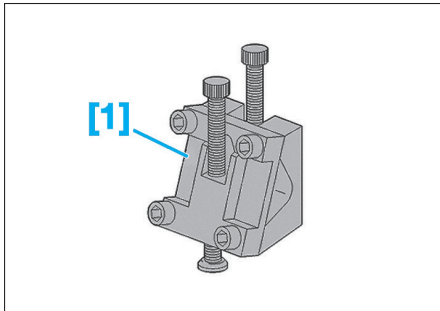

Fig. 10
- [1]. Outil antirotation de crémaillère (réf. 0721.B) (Fig.10).